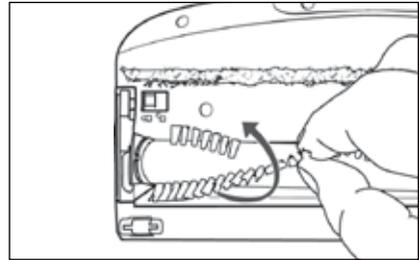

Fig. 25
- 3) Retirez le rouleau brosse ②① par les poils de la brosse de sol ②②. Tournez légèrement le rouleau brosse ②① pour pouvoir le retirer plus facilement (voir fig. 25).